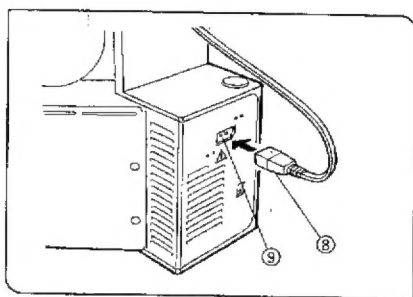

図 11
- 3) 接続コードプラグ⑧を鏡体背面のランプ用出力コネクタ⑨に差し込み、確実に接続します。(図11)